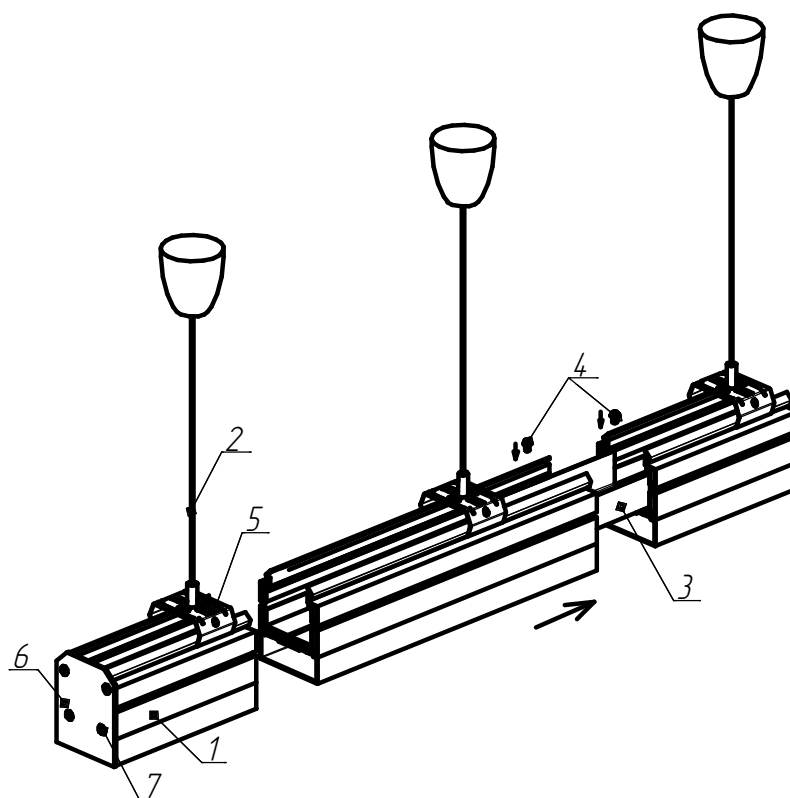
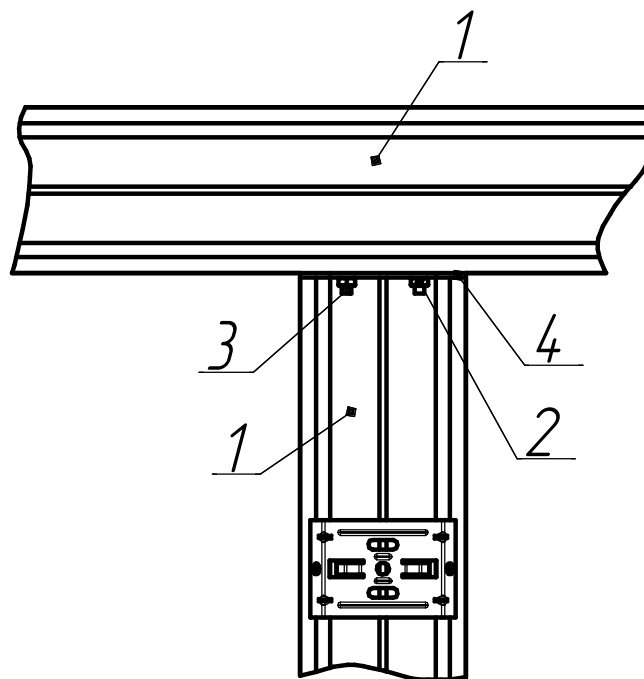

Рисунок 2 - Схема установки светильников в линию
Рисунок 3. - Г- образная схема установки светильников
5.3.3 Подвешенные светильники соединяются между собой соединительной скобой (поз. 3 рисунок 2) с саморезами (поз. 4 рисунок 2), либо с помощью комплекта для L-, T-, X- образного соединения (рисунок 3), которые поставляется отдельно. Схемы монтажа светильников показаны на рисунках 7-9.
1. Крышка торцевая (рисунок 2, поз.6)
2. Крышка торцевая для L-, T-, X- образного соединения (рисунок 3)
3. Скоба соединительная (для соединения в слинию, рисунок 2, поз. 3)
4. Троссовый подвес (рисунок 2, поз.2)